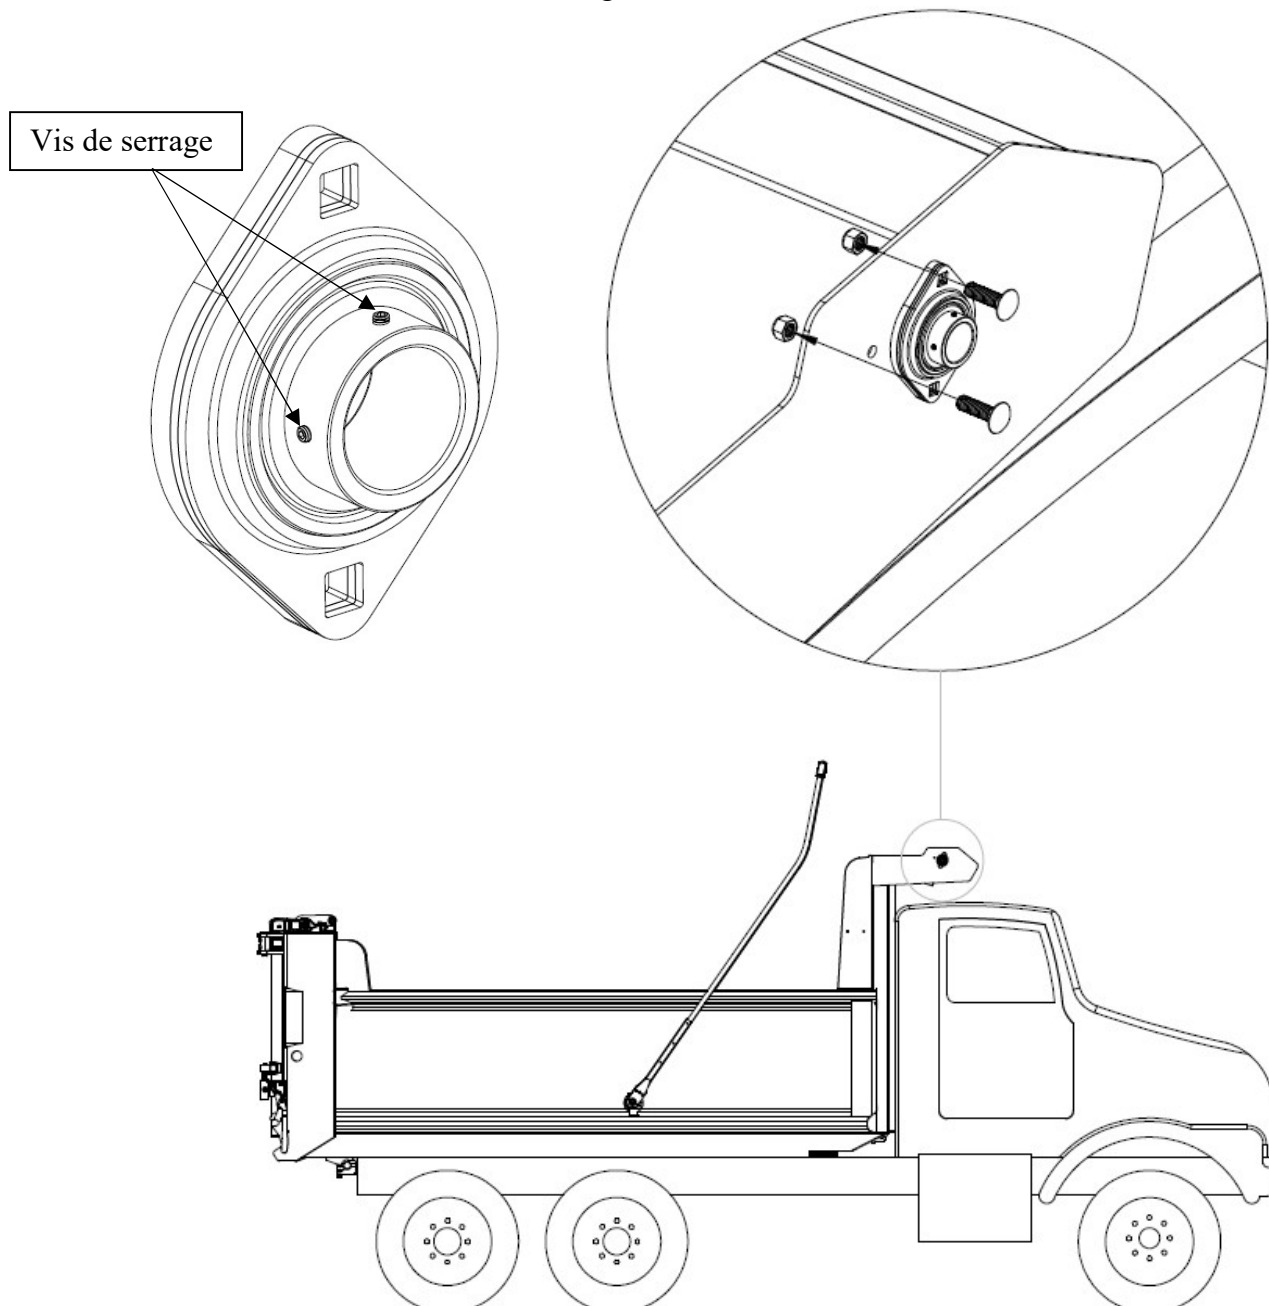

Figure 21
- c.2 :** installation du roulement comme indiquer sur la figure 21 à l'aide de 2 vis et 2 écrous et desserrer les deux vis de serrage.
- c.5 :** Remettre le pole à sa place et viser la de façon permanente. (Ne pas oublier de revisser les vis de serrage sur le roulement. Voir figure 21)
4. Visser le te tendeur des deux côté avec des vis 3/8 et passer la toile dans le tendeur comme indiquer sur la figure 21.